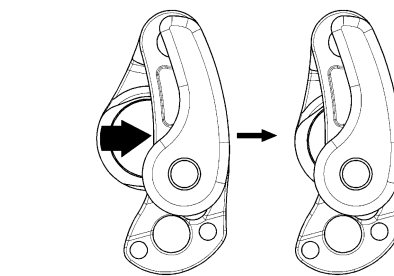

Рис. 4
- До установки на веревку убедитесь в правильной работе механизма адаптации. Для этого несколько раз нажмите рукой на кулачок устройства, при этом должен обеспечиваться легкий ход кулачка на полный диапазон углов поворота (рис. 4).